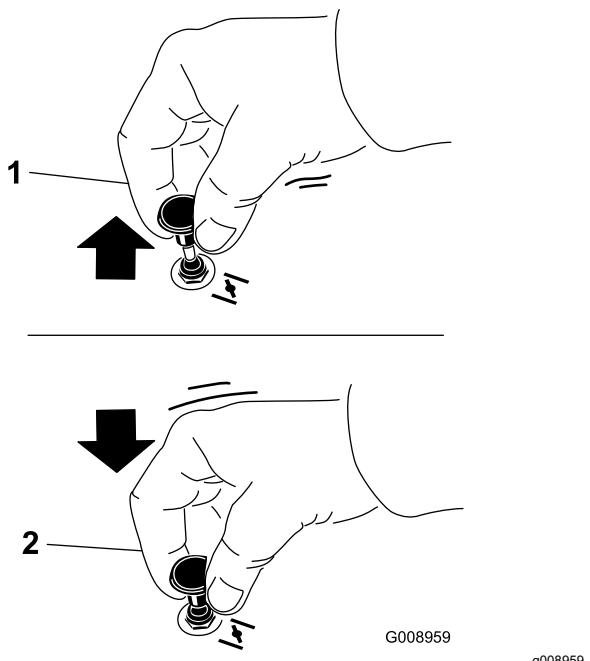

Figura 23
1. Tire hacia arriba del mando para engranar el estarter antes de usar el interruptor de encendido (Figura 23).
2. Presione hacia abajo sobre el mando del estarter para desactivar el estarter cuando el motor haya arrancado (Figura 23).